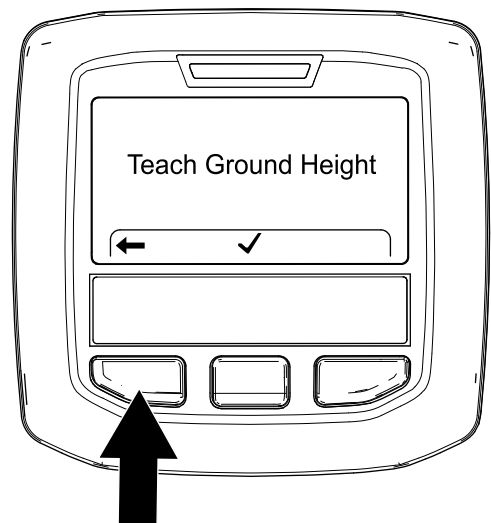

Figura 71
- Premete il tasto sinistro dell'InfoCenter per uscire dall'applicazione Impostazione dell'altezza dal terreno (Figura 71).